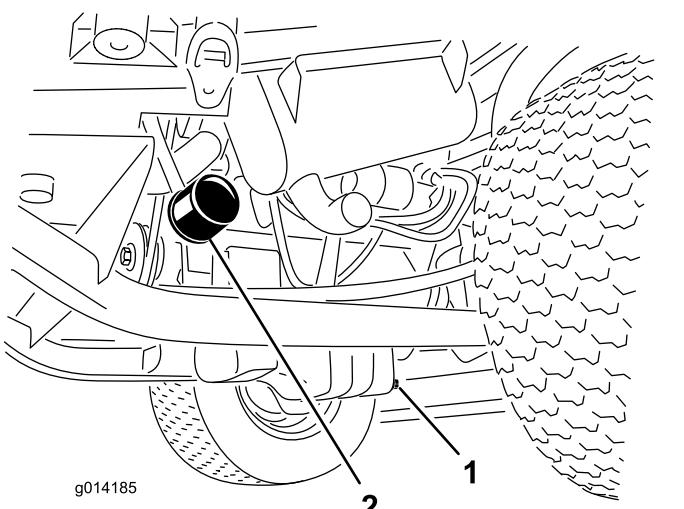

Figure 34
1. Retirez le bouchon de vidange (Figure 34) et laissez couler l'huile dans un bac de vidange.
3. Déposez le filtre à huile (Figure 34).